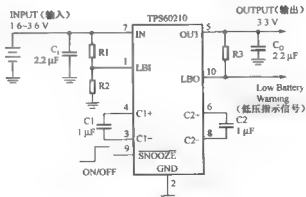

图 16-3 TPS60210 参考设计
(1) 确定输入输出电压范围。两节 5 号电池的标称电压为 3V, 因此电源的输入电压范围为 0~3V, 输出电压为 3.3V。所以需要选择能够进行升压的 DC-DC 转换器。
(2) 选择转换器的类型。能够进行升压的芯片有电荷泵和电感式 DC-DC 转换器, 电荷泵的输出电流比较小, 电感式 DC-DC 转换器的输出电流比较大。但是, 本系统中由于采集模块大部分时间是休眠, 定时采集数据, 所以, 平均电流很小, 无线发送数据时最大电流在 32mA 左右, 所以选择电荷泵即可。
(3) 查找符合条件的芯片。在业界比较大的电源厂商网站上寻找符合这样要求的芯片。通过查找发现, TI 和凌特有此类的芯片, 如 TI 的 TPS60200、凌特的 LTC3430/3438/3440/3127 等。
(4) 检查性能参数。仔细对各个芯片的效率、价格、输出电流、设计的复杂性等因素进行比较和分析, 选出符合自己需求的电源芯片。经过比较和分析可知, 选用 TPS60210 芯片可以满足系统要求。
(5) 仔细阅读芯片手册, 设计并绘制出符合要求的原理图。TPS60210 芯片数据手册给出的参考设计如图 16-3 所示。